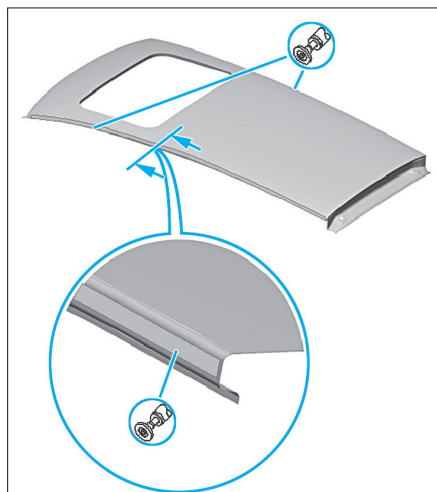

FIG. 120
- Poncer à nu la zone de collage à gauche et à droite du pavillon (Fig.120).